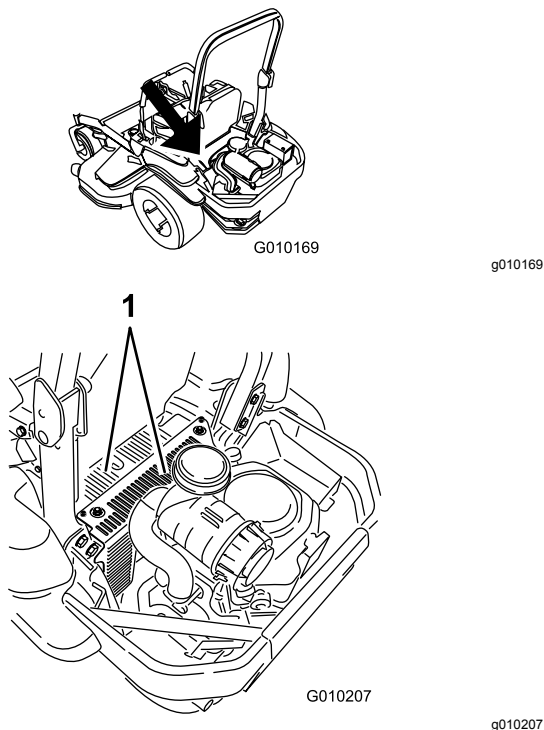

Figura 77
5. Limpe os detritos e relva dos resguardos da unidade hidráulica (Figura 77).